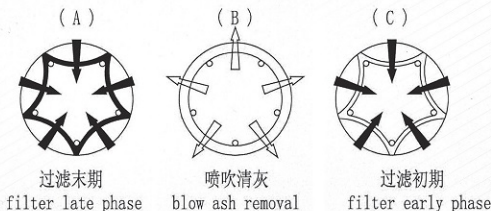

图2、清灰周期分解图
图2是一个清灰周期的分解。(A) (C)是过滤状态袋角抽成多角星状,气流由外及里(B)是喷吹清灰状态,袋子鼓足,气流反向,由里及外,将滤布表面沉积的灰尘层成片状剥离脱落。清灰周期一般在一分钟以上,而一次喷吹清灰的时间仅0.1秒,每次只有一排滤袋受到鼓吹,因此,适用于连续工作,而且负荷均匀,工况稳定,除落的灰尘经灰斗中的螺旋机和回转阀排出机体。
Fig.2 ash removal cycle decompose chart